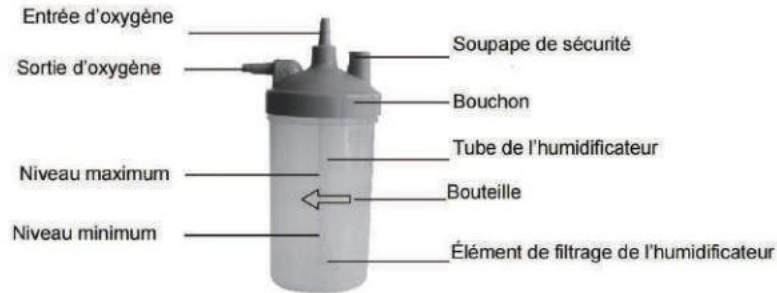

Figure 5 : Composants de l'humidificateur
1. Dévissez la bouteille de l'humidificateur dans le sens des aiguilles d'une montre. Remplissez la bouteille d'eau pure (ou d'eau distillée) à un niveau compris entre MAXIMUM et MINIMUM. NE remplissez PAS la bouteille de l'humidificateur au-dessus du MAXIMUM. (Figure 5)